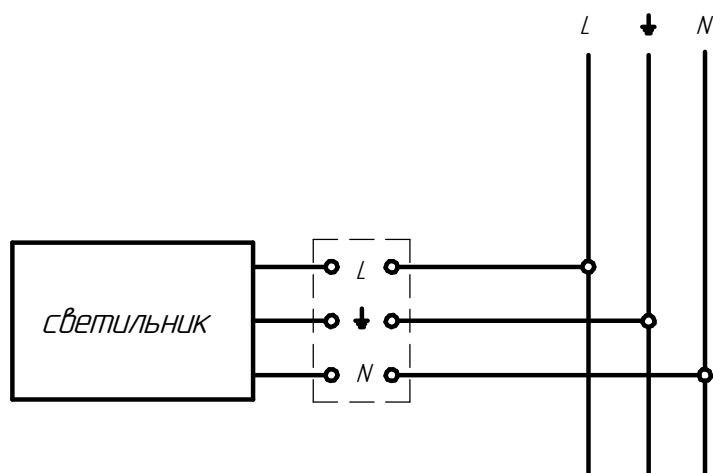

Рисунок 4 - Схема подключения светильника к сети
5.5 Подключите светильник к электрической сети согласно схеме рис. 4